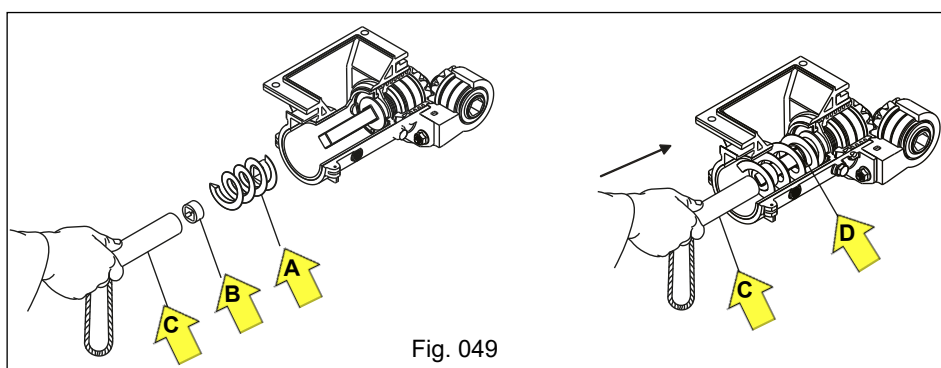

Fig. 049
c) Após a limpeza ou substituição, coloque a rosca sem fim "A", juntamente com o anel trava "B", através do tubo fixador "C", observando que a rosca sem fim e o anel trava fique bem posicionados na base do eixo acionador "D" (Fig. 049).